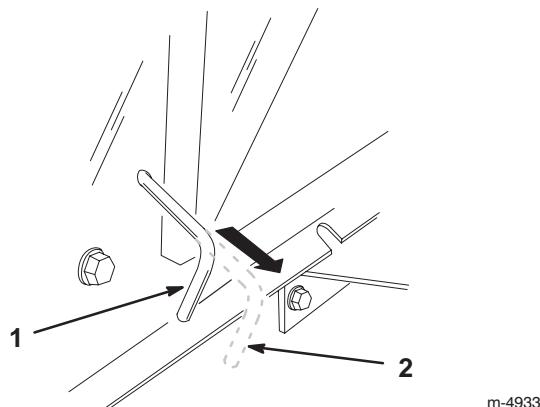

Figure 14
**Remarque :** Cela a pour effet de débrayer la transmission et de permettre aux roues de tourner librement (Fig. 14).
2. Poussez la commande de transmission en position de fonctionnement (Fig. 14) pour embrayer la transmission.